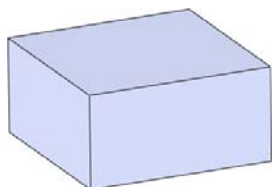

图 6-160 生成拉伸特征
- 05 单击【拉伸】对话框中的【确定】按钮，生成如图 6-160 所示的凸台。